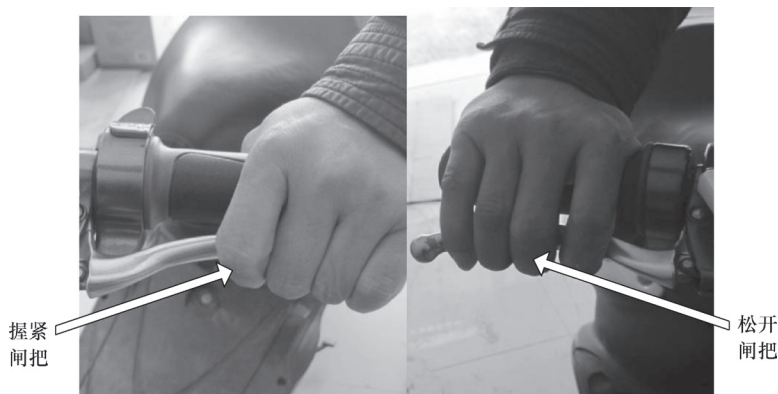

图 8-42 握紧和松开闸把
2) 反复握紧和放松左、右闸把，如图8-42所示，再次转动车轮，阻力没有增加，表明制动器不拖滞。